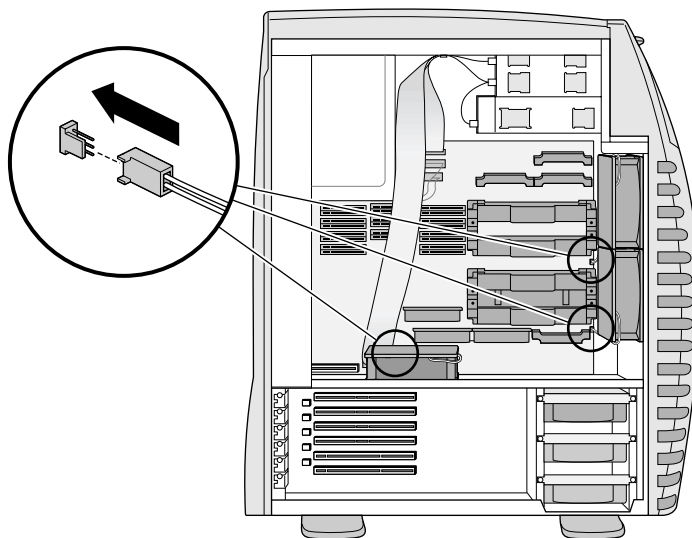

図 7-15 ファンケーブルの取り付け
6. ファンのケーブルをシステムボードに接続します (図 7-15)。コネクタは、一方向にのみ挿入できるような形状になっています。